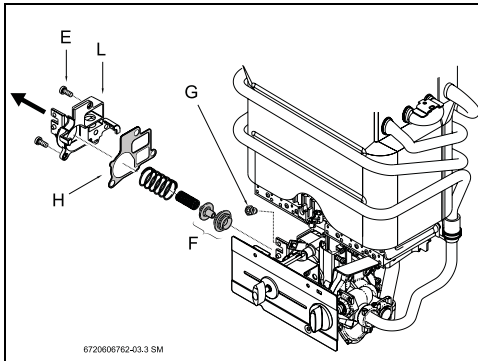

Рис. 2
- Выкрутить винты крышки газовой арматуры (Рис. 2, [E]).
- Заменить диск клапана (Рис. 2, [F]), и если необходимо, прокладку (Рис. 2, [H]).
- Заменить запальную форсунку (Рис. 2, [G]).